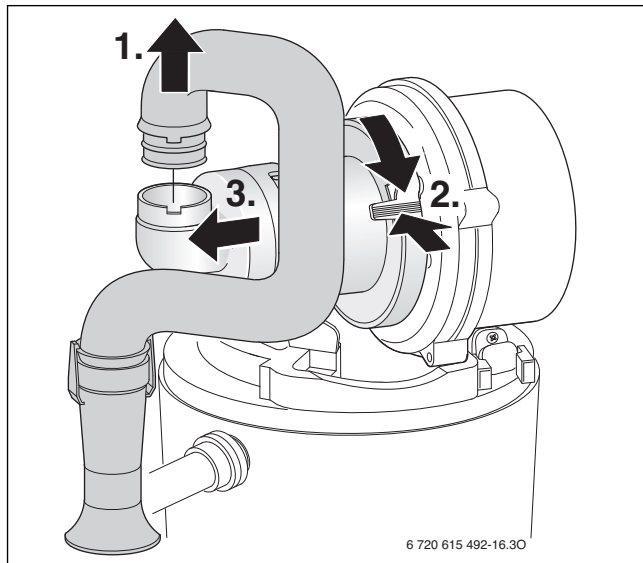

Fig. 44
- ▶ Desmontar la máquina de mezcla según la fig. 44.